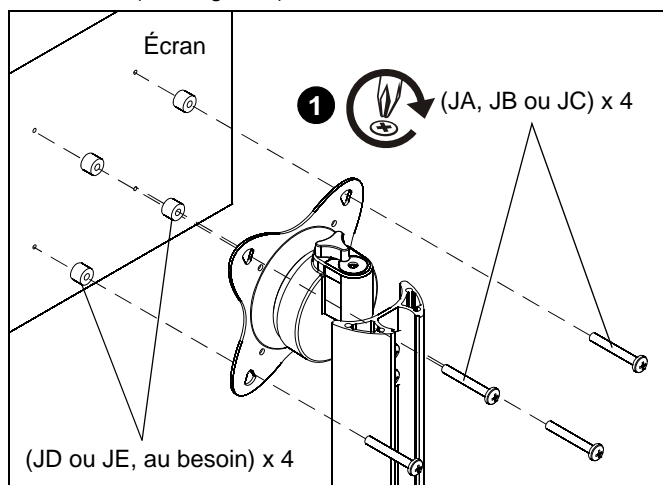

Figure 5
- Choisissez les vis et les entretoises (si besoin) appropriées dans le sac de quincaillerie (J) et fixez le STS1 au dos de l'écran. (Voir Figure 5)